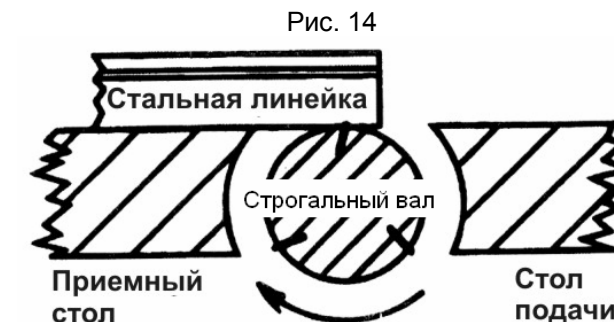

Рис. 14
10.4. Регулировка приемного стола (Рис. 14, 15)
10.4.3. Установите линейку на приемный стол и строгальный вал, как показано на Рис. 14.